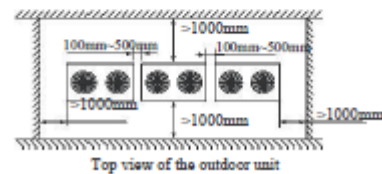

Fig.4-12
- Lorsque vous installez l'unité, laissez assez de place pour la maintenance, comme dans la Fig.4-12. Montez l'alimentation du côté de l'unité extérieure. Pour la procédure d'installation, consultez le manuel d'installation de la source d'alimentation.